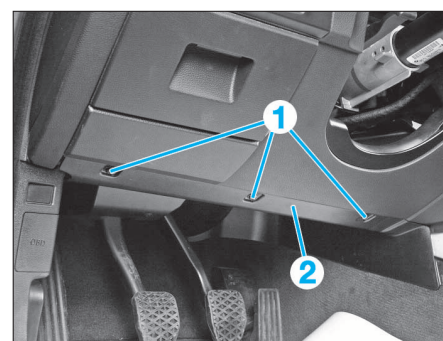

FIG. 2
- Déposer les vis (1) puis la garniture de pédalier (2) (Fig.2).